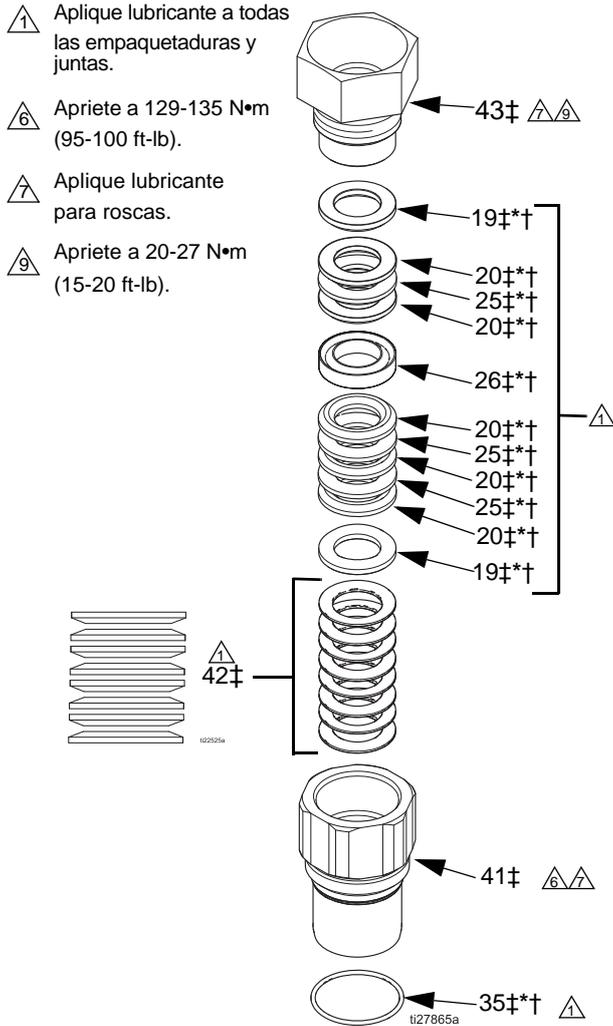

Fig. 1. Detalle de las empaquetaduras de cuello
2. Vea la FIG. 1 en la página 6. Lubrique las empaquetaduras y prensaestopas de cuello. Instale un prensaestopas macho (19‡*†), luego cinco empaquetaduras en V con los *rebordes hacia abajo*: un ZX (20‡*†), un cuero (25‡*), luego ZX, cuero, ZX.† Instale el prensaestopas hembra (26‡*†). Instale tres empaquetaduras en V *con los rebordes orientados hacia arriba*: ZX, cuero, ZX. Instale el otro prensaestopas macho (19‡*†). Lubrique e instale el vaso lubricante (43‡) apretándolo con los dedos.
3. Lubrique e instale la junta tórica (35*) sobre el cartucho de cuello (41). Lubrique las roscas e instale el cartucho del cuello montado (41). Apriete a 129-136 N•m (95-100 ft-lb).
4. Instale el alojamiento de salida de fluido (16) sobre la varilla del pistón (17) y los tubos de fluido (3) y el cilindro (1). Es posible que no asiente bien al principio. Aplique lubricante para roscas e instale los pernos (13) y las arandelas de seguridad (14) desde el alojamiento de entrada de fluido (15). Apriete los dos tornillos (A, vea la figura) en el alojamiento de salida de fluido (16). Estos arrastrarán los alojamientos con firmeza sobre los tubos y cilindros. Cuando esté completamente asentado, apriete el tercer tornillo (B, vea la figura). Apriete los tres tornillos a un par de tensión de 47-54 N•m (35-40 ft-lb).